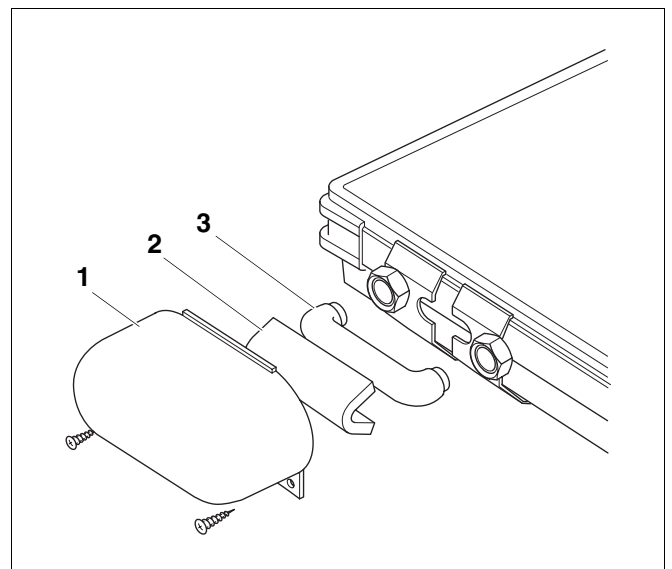

Abb. 54 Tichelmannbogen montieren
- Halten Sie den Tichelmannbogen (Abb. 54, **Pos. 3**), ggf. mit Doppelverschraubung, an die obersten Anschlüsse des letzten Kollektors und drehen Sie die Anschlüsse handfest an.
- Schieben Sie die beiliegende Abdeckung, inklusive des Dämmmaterials (Abb. 54, **Pos. 2**), über den Tichelmannbogen, bis sie in die Nut an der Kollektorseite einrastet.
- Befestigen Sie die Abdeckhaube (Abb. 54, **Pos. 1**) mit den beiliegenden Blechschrauben an der Kollektorwanne.